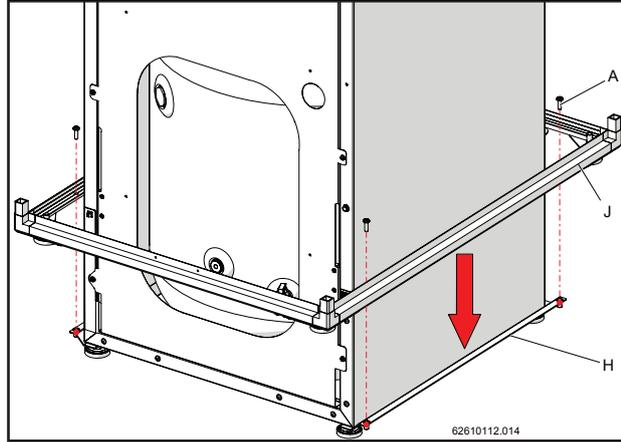
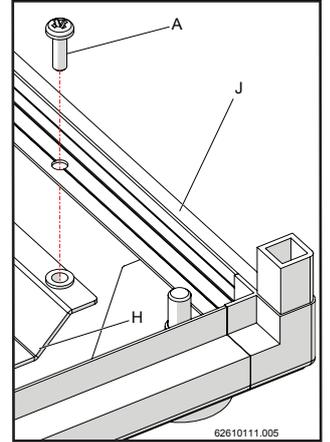

Figure 12-5
Figure 12-6
- 3.- Insérer le cadre inférieur "J" (fig. 12-5) et le fixer sur le support "H" avec les vis "A" en correspondance des trous (fig. 12-6).